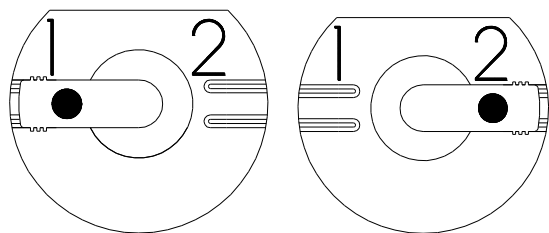

Рисунок 5
- проверьте скорость, указатель скорости должен быть в положении 1 или 2 (рис. 5)